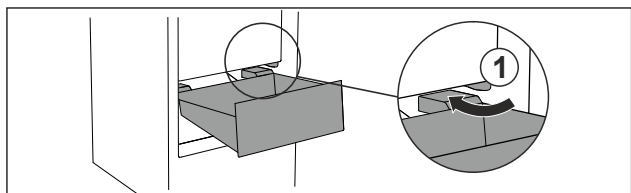

Fig. 57
- Guider le tiroir en biais en contournant les butées Fig. 57 (1).